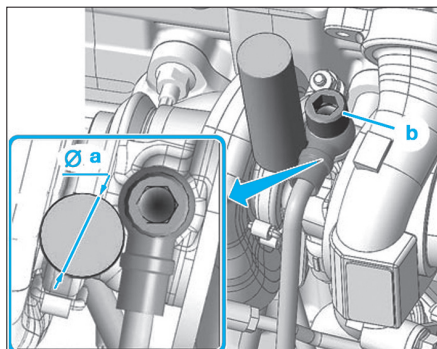

Fig. 64
- mettre en place une pige à la verticale de 20,5 mm de diamètre (a) pour le serrage supérieure (Fig.64),